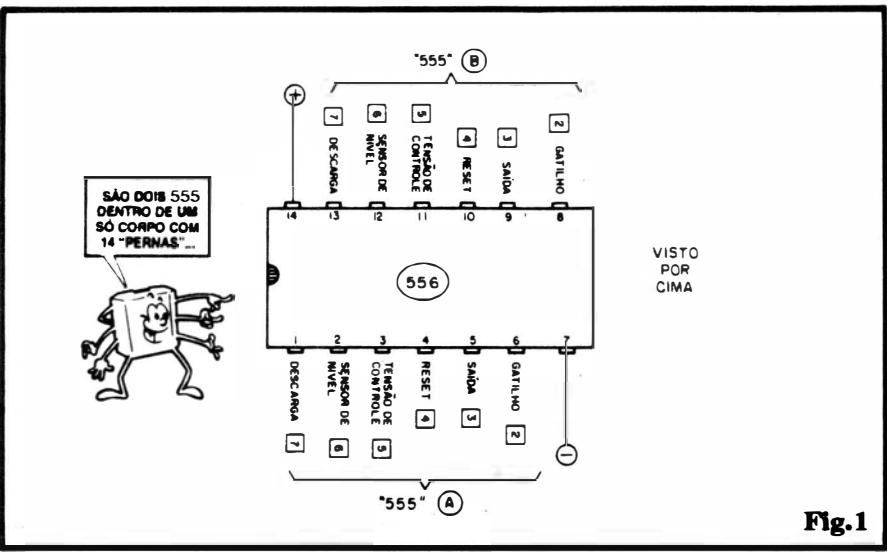

Fig.1
- FIG. 1 - O 556 E SUA PINAGEM... - Num encapsulamento DIL de 14 pinos (7 de cada lado...), a numeração identificatória das "pernas" de um 556 deve ser feita pelo método já explicado: os pinos são numerados (de 1 a 14), em sentido anti-horário (contrário ao movimento dos ponteiros num relógio analógico convencional), a partir da extremidade marcada com um pequeno chanfro, ponto, ressalto, etc., sempre com a unidade olhada **por cima**.. Observando o diagrama com bastante atenção, o Leitor/"Aluno" logo perceberá que "cada lado" do 556 (cada linha de pinos...) corresponde às conexões de um dos "555" internos, com todas as funções normalmente encontradas no temporizador "solitário"... É importante notar, contudo, um simples "probleminha aritmético": cada 555 "normal" tem 8 pinos, portanto, um duplo "555" **deveria** mostrar 16 "pernas"... Acontece que, como a alimentação geral pode - obviamente - ser "compartilhada", não são necessários pinos individuais para a linha do **positivo** e do **negativo** da